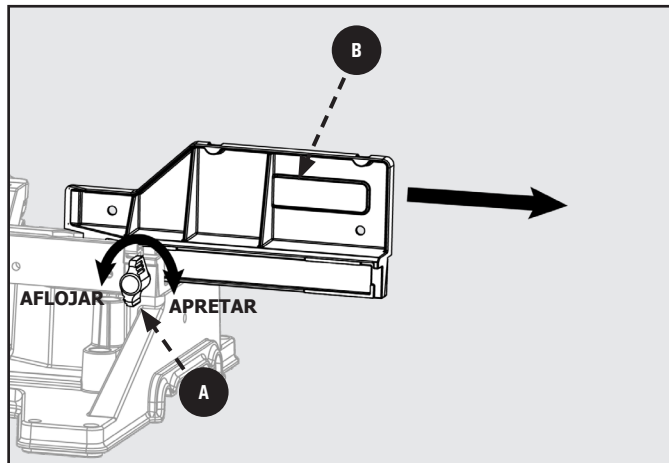

Figura 39
1. Afloje la perilla de bloqueo de guía tope **A**. Deslice la guía tope superior (ajustable) completamente fuera de su guía y colóquela en la parte lateral. Consulte la Figura 39. (Ambas vallas deben ser retiradas).